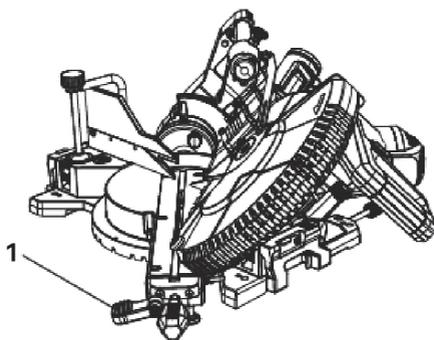

рис. 41
- Установить требуемый угол наклона при помощи ручки фиксации наклона (1) (рис. 41).